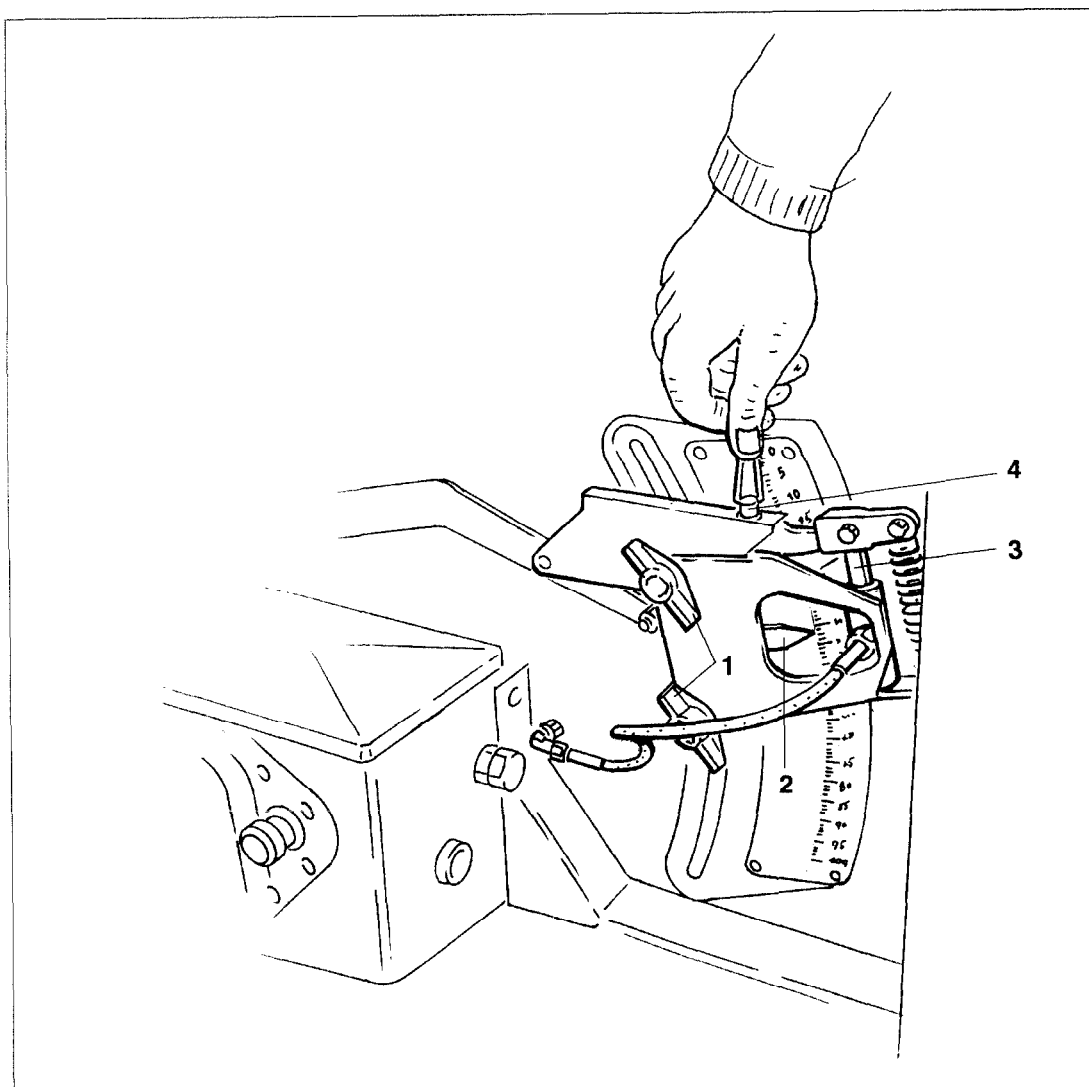
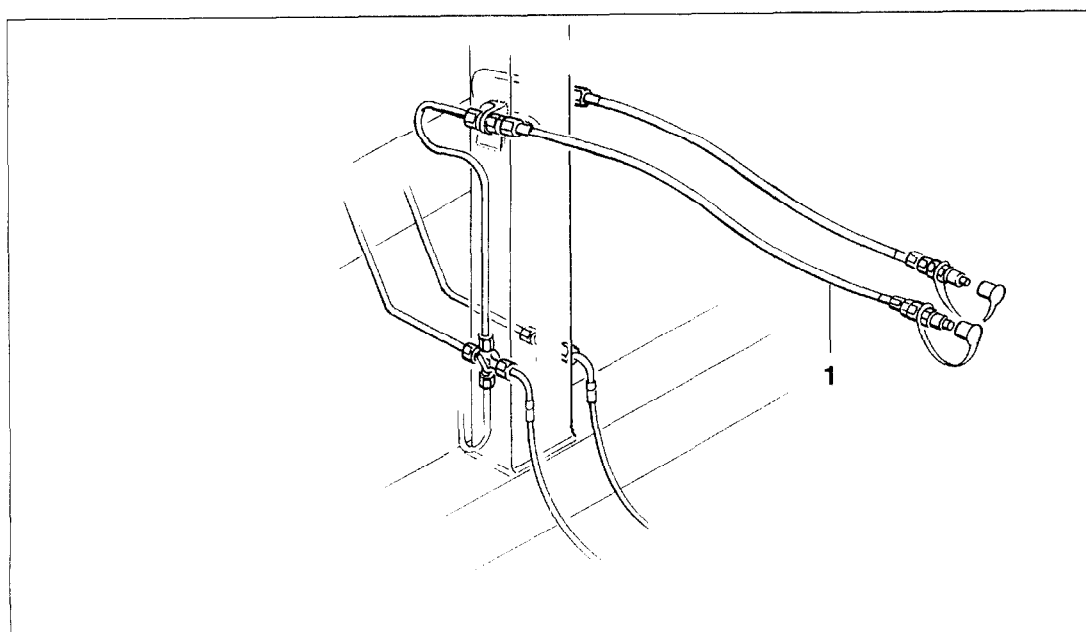

Fig. 15.1
Fig. 15.2
Lorsque les conditions de sol sont très hétérogènes, les zones de la parcelle où le sol est lourd, nécessitent une quantité plus importante de graines. La modulation hydraulique de débit (fig. 15.1) permet d'opérer cet ajustement à partir du poste de conduite en actionnant un distributeur simple effet. Après avoir dépassé la zone de terrain lourd, sur laquelle vous avez semé une quantité de graines plus importante, revenez au débit normal de graines préalablement réglé.
A la livraison du semoir, le mécanisme de modulation (fig. 15.1) est monté sur le levier du boîtier sélecteur et le vérin hydraulique (fig. 15.1/3) est connecté au "raccord hydraulique II" (fig. 15.2/1), qui équipe aussi votre semoir. Connectez le "raccord hydraulique II" à un distributeur du tracteur.
- **Ne mettez pas** en pression le vérin hydraulique (Fig. 15.1/3).
- Desserrez les deux poignées (Fig. 15.1/1).
- Amenez l'index du levier sélecteur (Fig. 15.1/2) en le déplaçant **de bas en haut** le long de l'échelle graduée jusqu'à la valeur de réglage fournie par le tableau de réglage.
- Resserrez les deux poignées (Fig. 15.1/1).
- Mettez le vérin hydraulique (fig. 15.1/3) en pression en actionnant le distributeur placé dans la cabine du tracteur.
- Vissez la vis de réglage (fig. 15.1/4) dans le filetage jusqu'à ce que l'index (fig. 15.1/2) du levier du boîtier sélecteur soit positionné face à la valeur plus élevée souhaitée de l'échelle .
En semant en terrain lourd, s'il s'avère nécessaire d'augmenter la pression de terrage des socs, **tout en n'augmentant pas le débit de grain**, dévissez complètement vers le haut la vis de réglage (fig. 15.1/4) . **Le débit de grain ne se modifie pas**, même si l'on augmente la pression d'enterrage des socs.